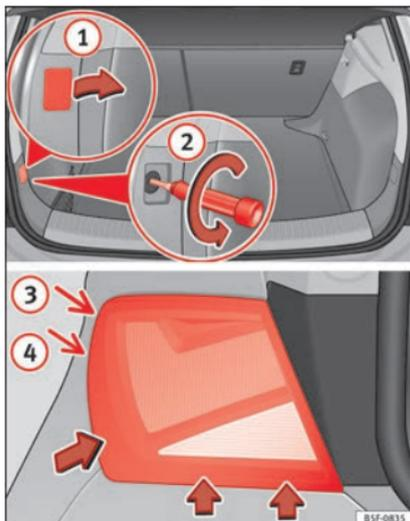

Abb. 112 Gepäckraum: Lage der Befestigungsschraube der Heckleuchte Ausbau der Heckleuchte im Seitenteil
- Hebeln Sie die Abdeckung an der Aussparung mit dem flachen Teil des Schraubendrehers ab und entfernen Sie die Abdeckung » Abb. 112 ①.
- Lösen Sie mit einem Schraubendreher die dahinterliegende Schraube im Gegenuhrzeigersinn (Pfeil) » Abb. 112 ②, und nehmen Sie diese vorsichtig heraus.
- Bewegen Sie die Leuchte in Richtung der Pfeile hin und her, bis sie sich aus der Aufnahme löst (Positionen ③ und ④) » Abb. 112.